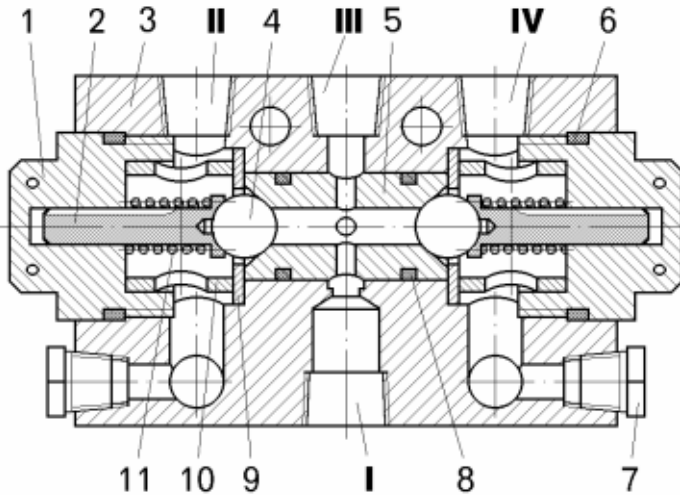

Рисунок 10.6 – Двойной защитный клапан:
- вывернуть пробки 1 (рисунок 10.6) с уплотнительными кольцами 6;